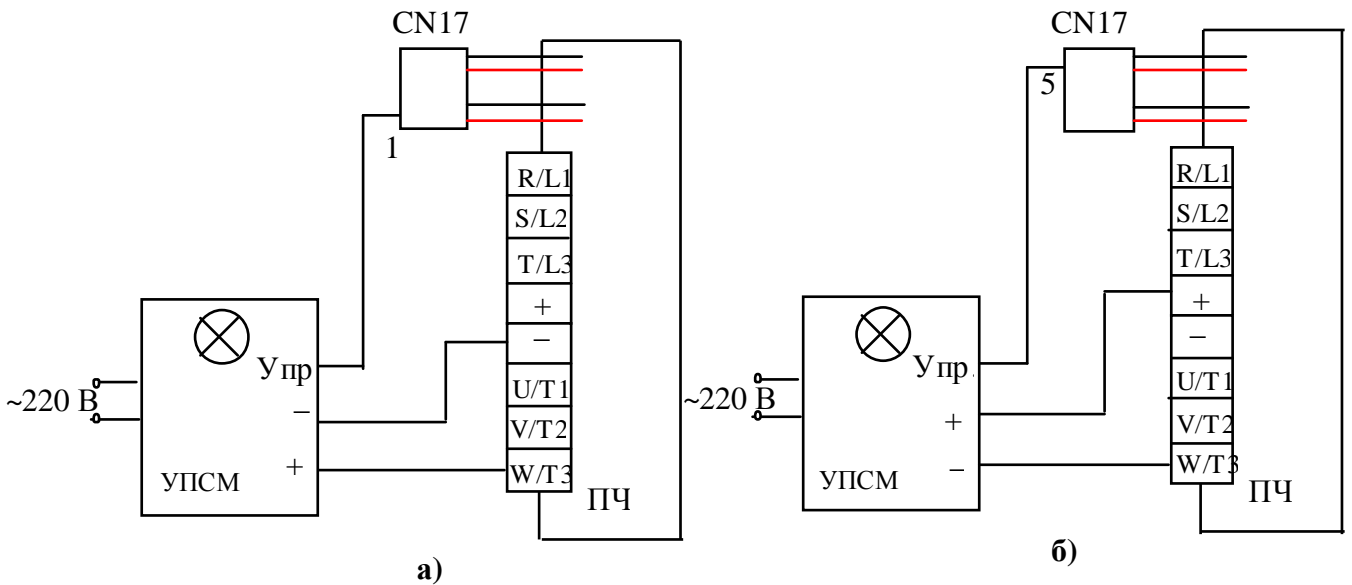

Рис.4.11. Схема проверки цепей управления выходных IGBT - модулей.
4.7.2.3. Собрать схему как показано на Рис.4.11. б. Подать питание 220 В на УПСМ. Лампочка L1 светиться не должна. Замкнуть тумблер K1, лампочка должна засветиться. Разомкнуть тумблер K1, лампочка должна погаснуть. В этом случае модуль считается исправным